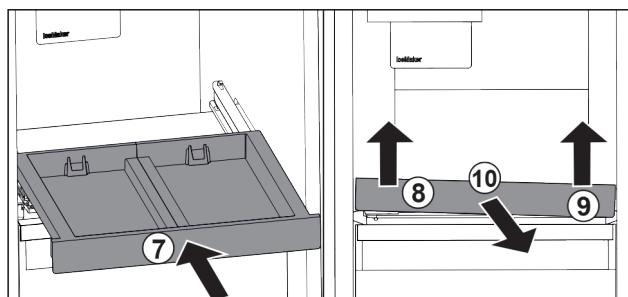

Fig. 102
- Вставьте выдвижную панель. Fig. 102 (7)
- Приподнимите выдвижную панель спереди слева. Fig. 102 (8)
- Приподнимите выдвижную панель спереди справа. Fig. 102 (9)
- Извлеките выдвижную панель движением вперед. Fig. 102 (10)